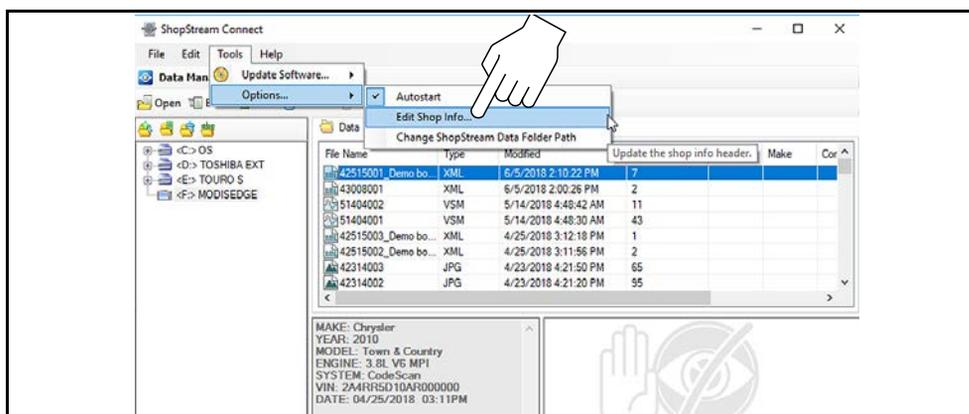

Figure 15-10
1. Depuis ShopStream Connect, sélectionnez **Outils > Options > Modifier les informations du magasin** (Figure 15-10).